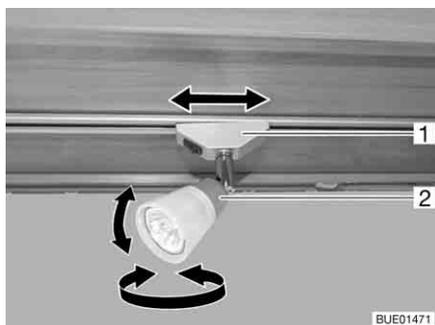

Fig. 24 Spot
- Saisir le boîtier (Fig. 24,2) et le tourner.
Faire coulisser : ■ Attraper le support (Fig. 24,1) le faire pivoter d'environ 45°.
Enlever : ■ Attraper le support (Fig. 24,1) et le faire pivoter d'environ 90°.